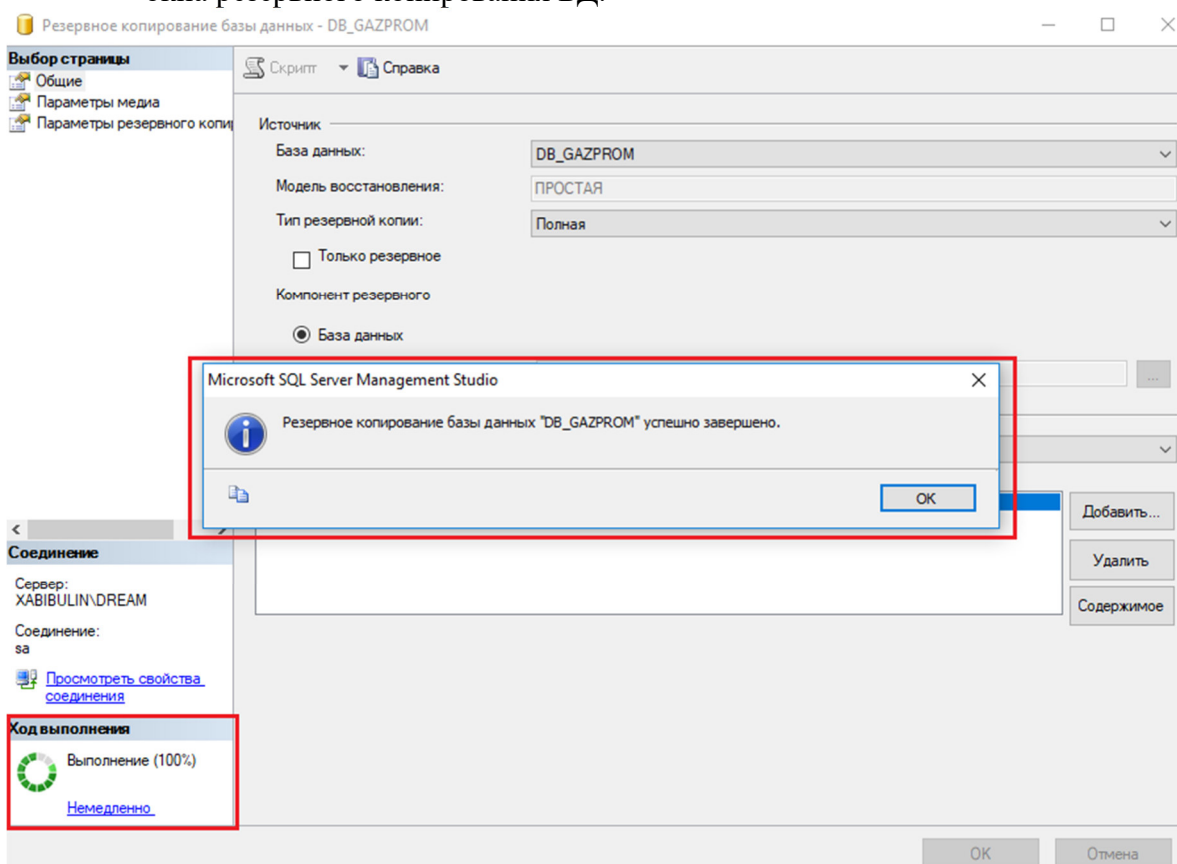

Рисунок 3.7.6
- дождаться завершения резервного копирования (см. Рисунок 3.7.6) и закрыть окна резервного копирования БД.